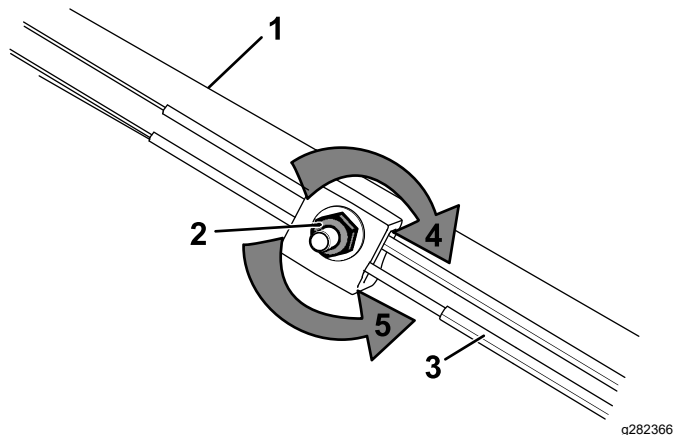

Figure 50
1. Tournez l'écrou de réglage dans le sens antihoraire pour desserrer le réglage du câble (Figure 50).
2. Ajustez la tension du câble (Figure 50) en le tirant en avant ou en le poussant en arrière puis en le maintenant à cette position.